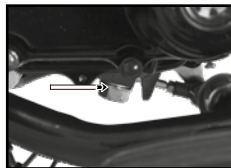

Imagen 17. Tornillo de drenado.
5. Quitar el tapón de drenado, ubicado debajo del motor, girándolo en el sentido contrario a las manecillas del reloj. Ver imagen 17.